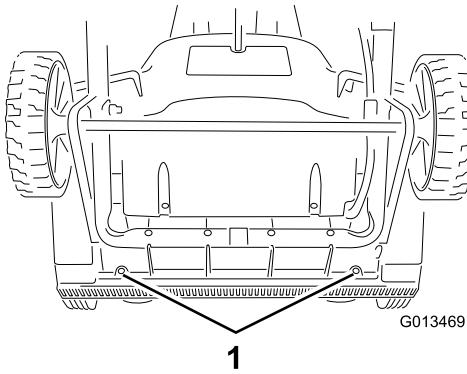

Figura 14
1. Retire o parafuso de cada placa lateral que segura o raspador (Figura 13) e 2 parafusos da parte inferior da máquina (Figura 14) que prendem o raspador à máquina.